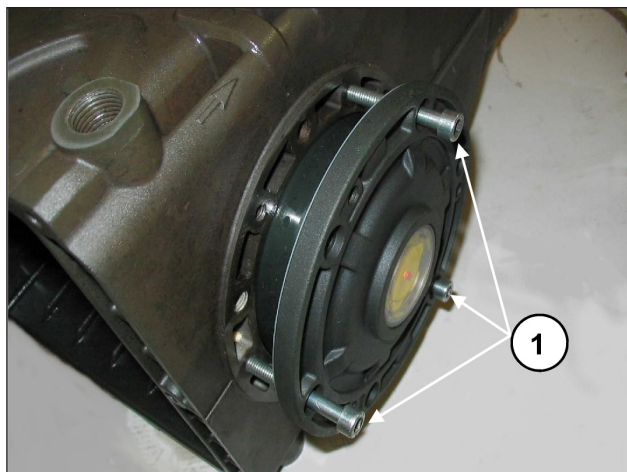
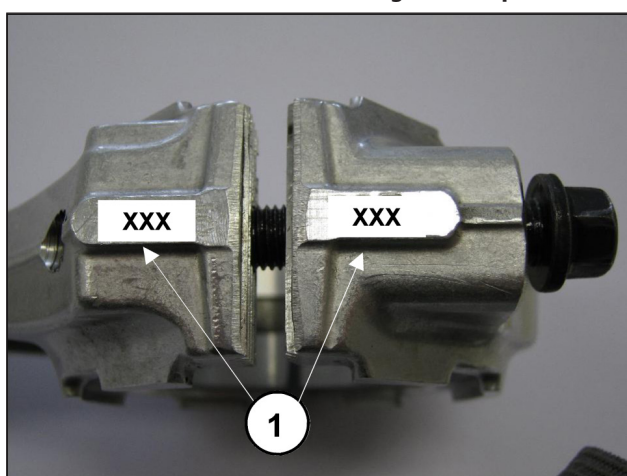

Fig. 8
Fig. 9
Pour faciliter l'emboîtement du premier tronçon et la mise en place correspondante des couvercles sur le carter, il est conseillé d'utiliser 3 vis M6 x 40 partiellement filetées, (Fig. 8, rep. ①) et de compléter l'opération avec les vis fournies (M6x18).
- Accoupler les chapeaux de bielles aux corps respectifs en respectant la numérotation (Fig. 9, rep. ①).
Après avoir démonté les couvercles latéraux, voir paragr. 2.1.1, retirer la bague extérieure des roulements situés sur les couvercles correspondants et la bague intérieure avec la partie restante du roulement situés sur les deux extrémités de l'arbre, au moyen d'un chasse-goupille ou d'un outil similaire, comme le montrent les Fig. 8 et Fig. 9.